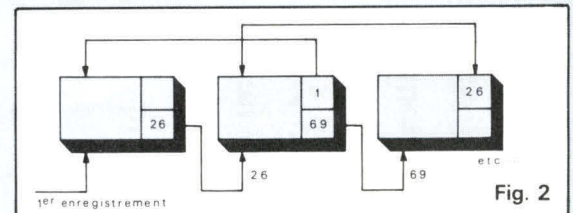

Fig. 2
- **L'organisation symétrique** : chaque enregistrement est muni d'une adresse pointant vers l'emplacement du suivant et d'une autre pointant vers l'enregistrement précédent comme le montre la **figure 2**.